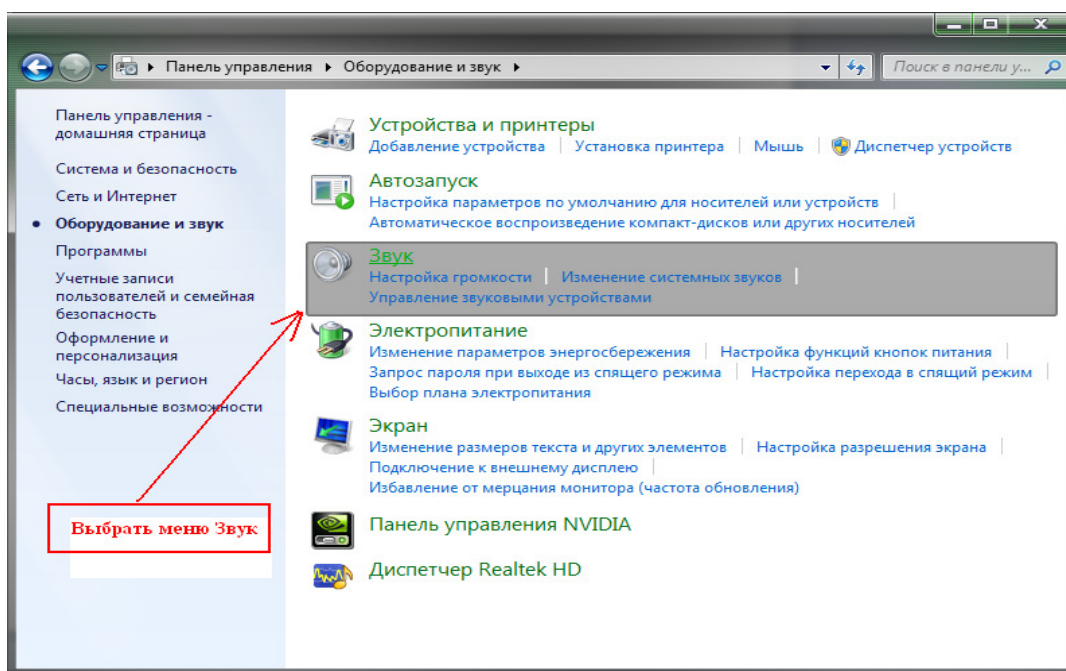

Figure 13 Окно «Панель управления» -> «Оборудование и звук»
- В окне «Оборудование и звук» выбрать меню «Звук» см. рисунок **Figure 13**.